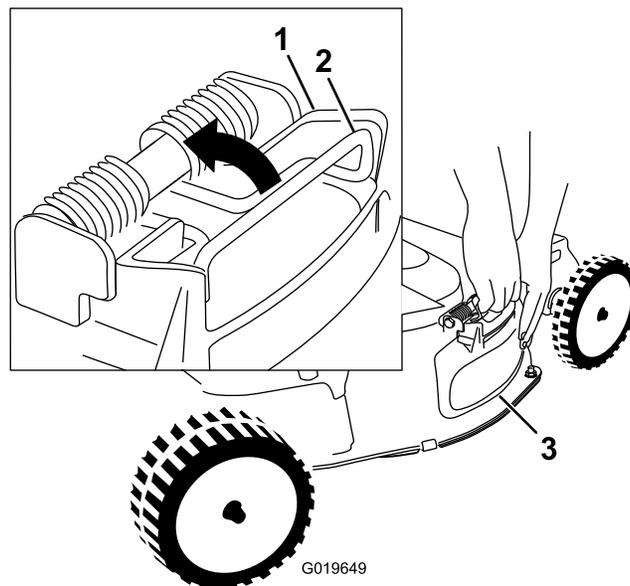

Figura 25
4. Retire a porta de descarga lateral empurrando para cima a mola que mantém a porta no sítio removendo a porta (Figura 25).